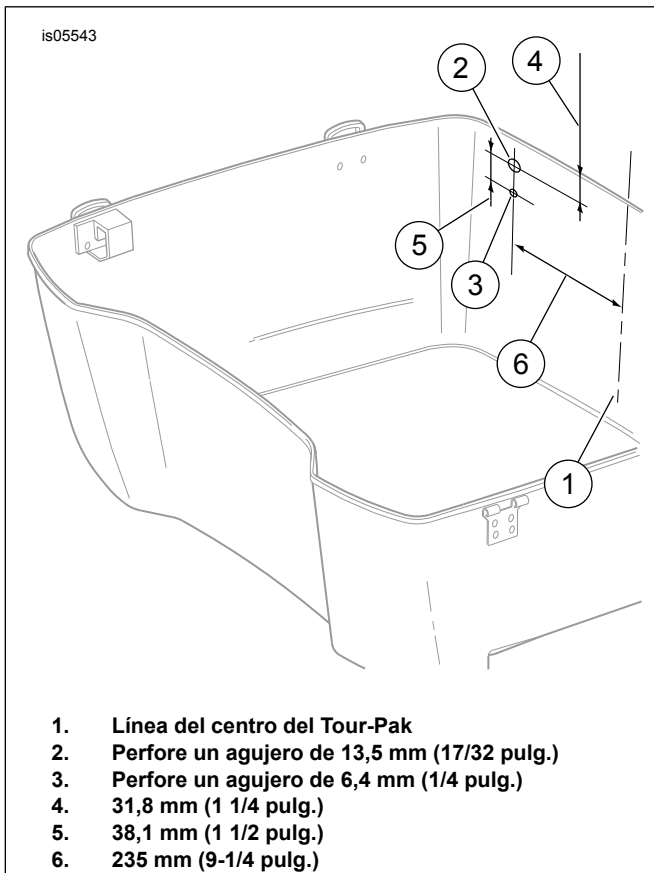

Figura 1. Ubicación de la perforación para la antena de CB en el Tour-Pak
5. Vea Figura 1. Mida y establezca el centro (1) en la pared trasera exterior del Tour-Pak.
11. Mida 31,8 mm (1-1/4 pulg.) (4) hacia abajo desde el borde superior del Tour-Pak en la línea vertical del lado derecho y dibuje una línea horizontal corta (2) que atraviese la línea vertical.
12. Mida 38,1 mm (1-1/2 pulg.) (5) hacia abajo desde la **primera** línea horizontal y dibuje otra línea horizontal corta (3) que atraviese la línea vertical.
- b. Perfore un agujero de 13,5 mm (17/32 pulg.) (2) a través del agujero guía **superior**.